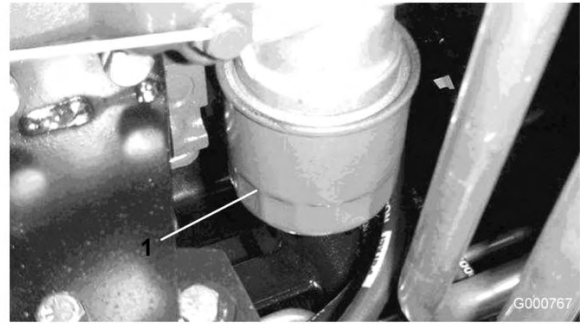

Bild 56
2. Entfernen Sie den Ölfilter (Bild 56). Ölen Sie die neue Dichtung am Ölfilter leicht mit frischem Öl